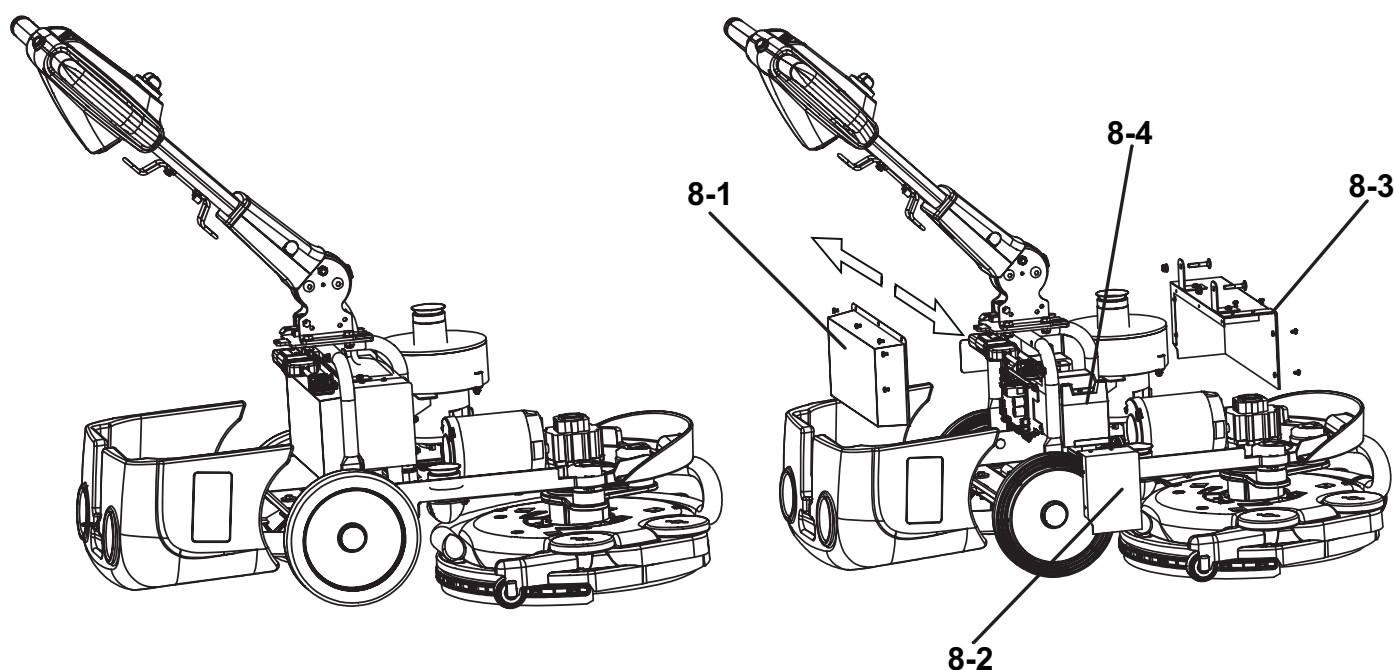

Figure 1
1. Tout d'abord, tourner la manette (31) du sélecteur de fonctions sur « 0 » pour arrêter la machine.
2. Ouvrir le couvercle (4) et enlever le couvercle transparent (24), le réservoir de solution (22) et le réservoir de récupération (23). (Fig.1 gauche).
3. Desserrer les vis pour enlever le couvercle en commençant par le couvercle arrière (8-1), puis le couvercle latéral (8-2) et le couvercle avant (8-3). (Fig.1 droite).
Selon le type de sol à nettoyer, il est possible d'installer la brosse (A, Fig. 1) ou le plateau support disque (B et C).